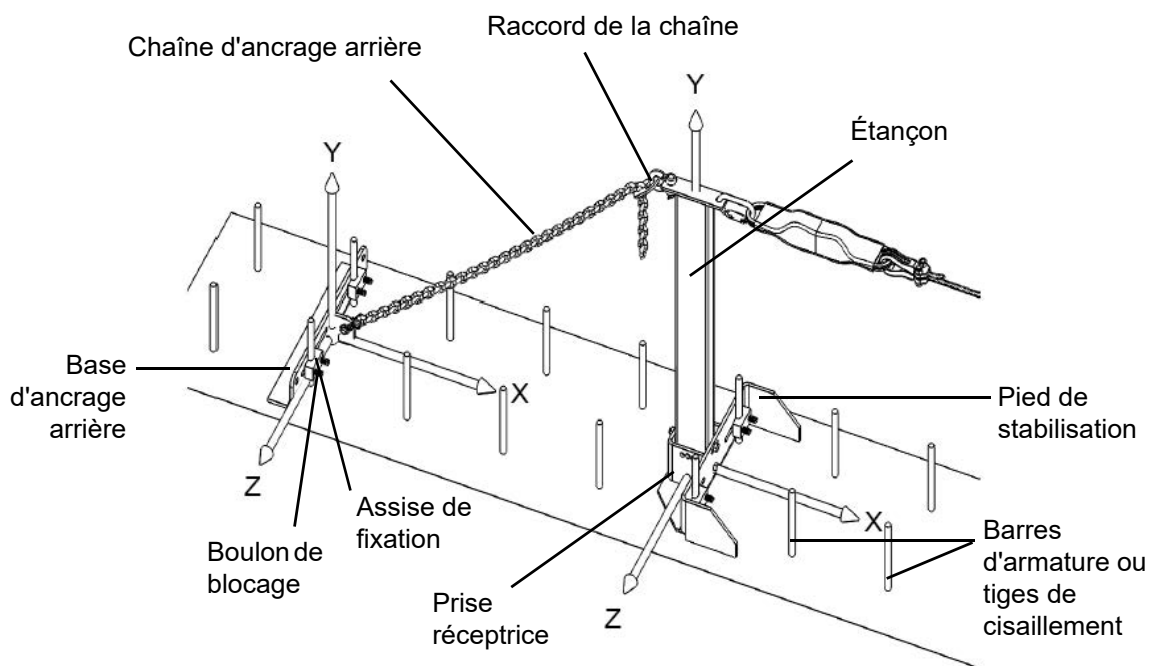
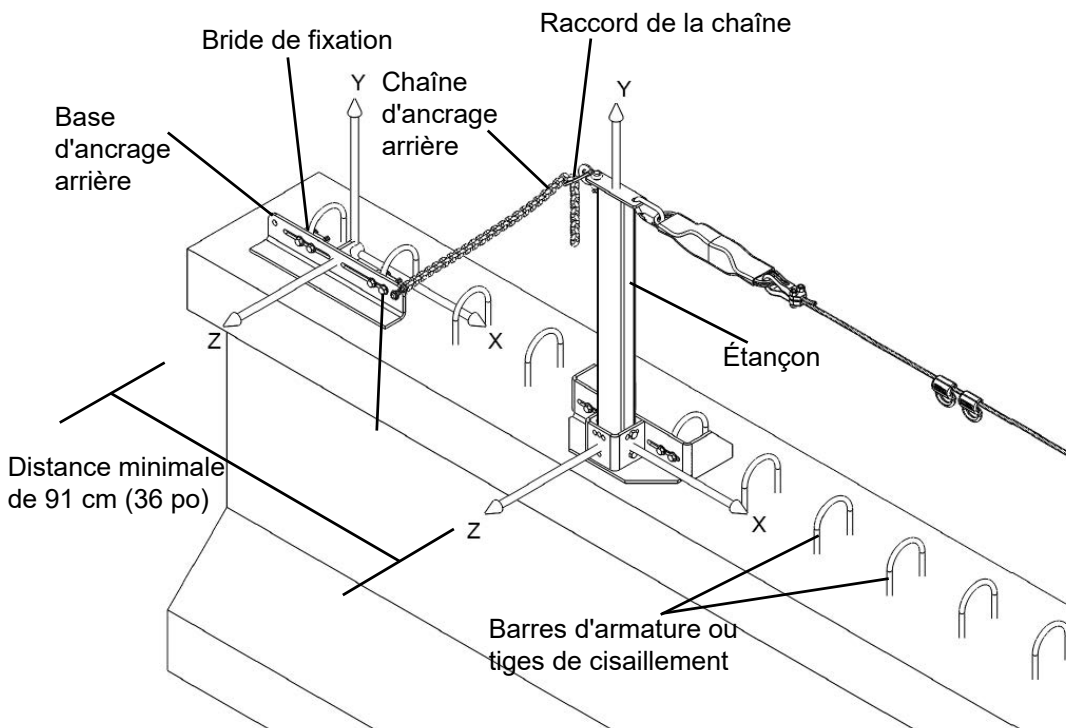

Figure 7
Figure 8
La base de l'étau à béton peut être fixée aux barres d'armatures ou aux tiges de cisaillement qui dépassent de la poutre de béton ou d'acier. La base de l'étau à béton peut être installée selon une configuration perpendiculaire ou parallèle à la longueur de la corde d'assurance horizontale. Pour la configuration perpendiculaire, s'assurer que la prise réceptrice sur la base du poteau-étau est du côté le plus près du support d'ancrage arrière et que le pied de stabilisation est du côté le plus éloigné de la fixation à ancrage arrière (voir la figure 7). Pour la configuration parallèle, l'orientation de la prise réceptrice et du support d'ancrage arrière n'a pas d'importance.
L'étançon MSA standard pour béton peut être fixé perpendiculairement à la longueur d'une corde d'assurance horizontale sur une poutre d'une largeur minimale de 51 cm (20 po). Pour que l'étançon à béton puisse être fixé aux barres d'armature ou aux tiges de cisaillement, leur diamètre doit se situer entre 1,3 cm et 2,5 cm (entre 1/2 po et 1 po). L'espacement entre les barres d'armatures ou les tiges de cisaillement, sur le sens de la longueur de la corde d'assurance horizontale, doit être d'au moins 10,2 cm (4 po). L'espace entre les centres des barres d'armature ou des tiges de cisaillement dans le sens perpendiculaire à la longueur de la corde d'assurance horizontale doit être entre 20,3 cm et 30,5 cm (entre 8 po et 12 po). Les tiges d'armature doivent se prolonger d'au moins 10,2 cm (4 po) au-dessus de la surface de montage. Les tiges de cisaillement doivent se prolonger d'au moins 12,7 cm (5 po), de la limite de la surface de montage jusqu'au-dessous de la tête de la tige. Voir la figure 7.
L'étau MSA standard pour béton peut être fixé parallèlement à la longueur d'une corde d'assurance horizontale sur du béton d'une largeur minimale de 30,5 cm (12 po). Pour que l'étau à béton puisse être fixé aux barres d'armature ou aux tiges de cisaillement, leur diamètre doit se situer entre 1,3 cm et 2,5 cm (entre 1/2 po et 1 po). L'espace entre les centres des barres d'armature ou des tiges de cisaillement dans le sens parallèle à la longueur de la corde d'assurance horizontale doit être entre 10,2 cm et 30,5 cm (entre 4 po et 12 po). Les tiges d'armature doivent se prolonger d'au moins 10,2 cm (4 po) au-dessus de la surface de montage. Les tiges de cisaillement doivent se prolonger d'au moins 12,7 cm (5 po), de la limite de la surface de montage jusqu'au-dessous de la tête de la tige. Les tiges d'armature ou les tiges de cisaillement doivent être à au moins 12,7 cm (5 po) du bord de la poutre. Voir la figure 8.
Pour la configuration perpendiculaire, s'assurer que la plaque d'ancrage trouée pointe vers la base de l'étauçon, voir la figure 7. Pour la configuration parallèle, l'orientation du support d'ancrage arrière n'a pas d'importance.
- (1) Placer le support d'ancrage arrière sur la poutre de sorte qu'une distance minimale de 91 cm (36 po) sépare son point d'attache avec la chaîne d'ancrage arrière du point d'attache de la chaîne à l'étauçon. Cette distance de 91 cm (36 po) est mesurée à l'horizontale. Voir les figures 7 et 8.
- (2) S'assurer que le support d'ancrage arrière est aligné avec la base de l'étauçon.
- (3) Placer les brides de fixation autour des barres d'armatures ou tiges de cisaillement.
- (4) Placer une rondelle sur chaque boulon de 1/2 po de diamètre, insérer le boulon dans une fente du support d'ancrage arrière, puis l'enfiler dans une bride de fixation.
- (5) Déplacer chaque bride de fixation dans la fente pour placer son indentation centrale vis-à-vis la barre d'armature ou la tige de cisaillement.
- (6) Serrer les boulons également de sorte que les brides de fixation soient alignées uniformément sur le support d'ancrage arrière.
- (7) Serrer les boulons à 80 Nm (60 pi-lbf).
- (8) Vérifier que le support d'ancrage arrière est de niveau avec le dessus de la poutre.
Le poteau-étançon doit être orienté dans la direction de la corde d'assurance horizontale, voir les figures 7 et 8. La plaque à l'extrémité supérieure du poteau est munie d'un trou où la corde d'assurance horizontale s'attache et d'un autre trou, de l'autre côté, pour fixer le raccord de la chaîne. Ces deux trous doivent être alignés avec la corde d'assurance horizontale (le côté large du poteau étant parallèle avec la corde d'assurance horizontale). De plus, le poteau peut être installé verticalement ou avec une inclinaison vers la droite ou la gauche, selon les exigences de l'application.
Pour les supports d'ancrage arrière installés perpendiculairement à la longueur de la corde d'assurance horizontale, la chaîne d'ancrage arrière se raccorde à la plaque perpendiculaire à la face du support, voir la figure 7. Pour les supports d'ancrage arrière installés parallèlement à la longueur de la corde d'assurance horizontale, la chaîne d'ancrage arrière est soutenue par le trou qui est au bout du support, voir la figure 8.